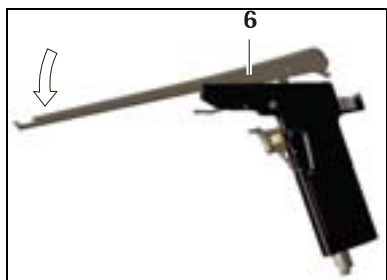

Fig. 9
- Pressione a haste 6 para baixo na direção da seta, veja a fig. 9.